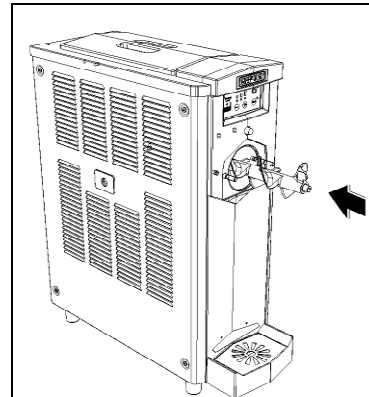

Fig. 19
- **I**nserte con cuidado la espiral en el cilindro de forma tal que el mango posterior entre perfectamente en su sede dentro del cilindro (fig.19).